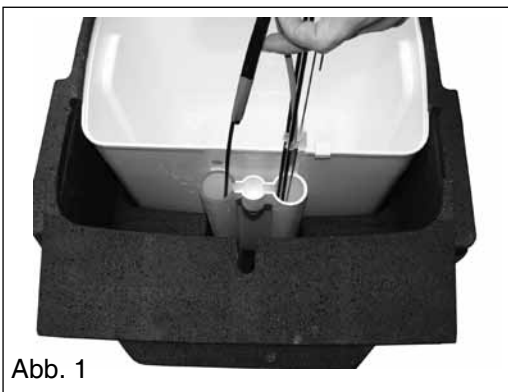

Abb. 1
4. Führen Sie das Schlauchpaket in die vorgesehenen Öffnungen ein (Abb. 1 + 2).